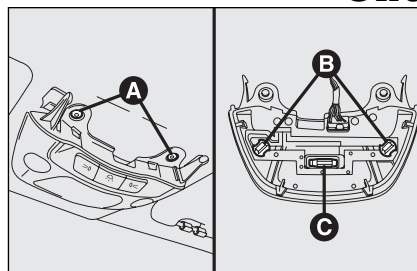

fig. 45
- ☐ afloje los 3 tornillos de fijación **A**-fig. 45, luego gire hacia la izquierda los 2 portalámparas **B**, saque las lámparas y sustitúyalas. Para cambiar la lámpara **C**, sepárela de los contactos laterales asegurándose de que la lámpara nueva haya quedado bloqueada correctamente entre los mismos contactos.